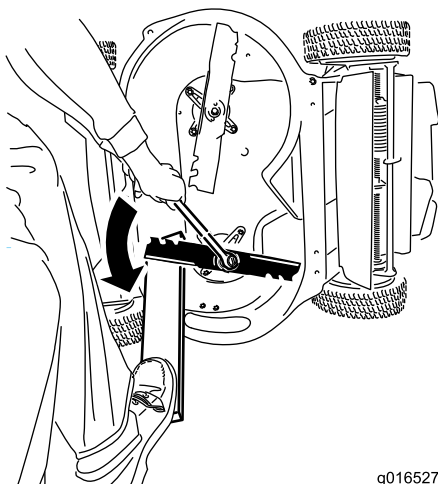

Figure 2
1. Servez-vous d'une cale en bois pour immobiliser chaque lame et dévissez le boulon de lame, comme montré à la Figure 2.